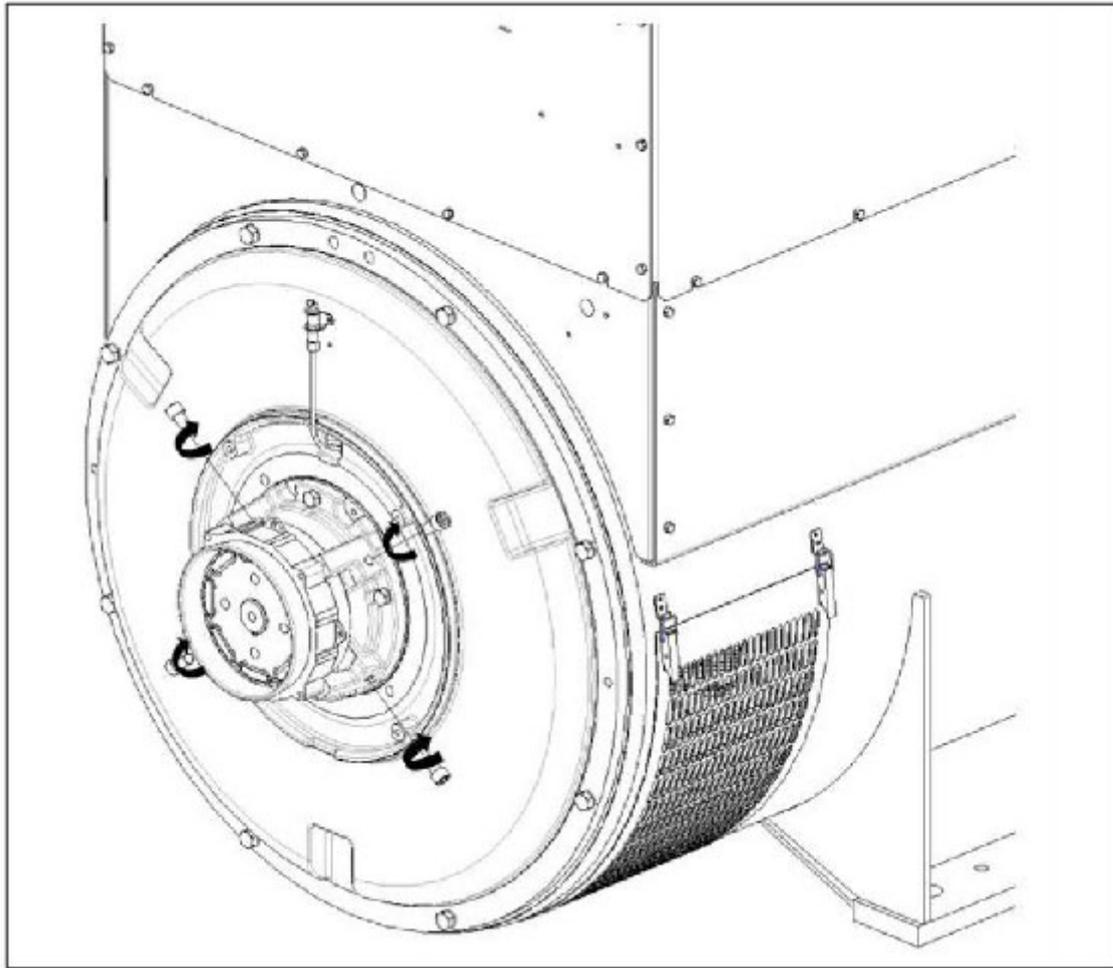

ABBILDUNG 19. ANWEISUNGEN ZUM ENTFERNEN UND ANBRINGEN DER TRANSPORTSICHERUNGSSCHRAUBEN DES ROTORS
4. Die Transportsicherungsschrauben durch die 4 mitgelieferten Blindschrauben ersetzen und mit 50 Nm festziehen. Siehe: Abbildung 19 auf Seite 35.
2. Die 4 Blindschrauben am Lagerdeckel auf der Nicht-Antriebsseite suchen und entfernen. Siehe: Abbildung 19 auf Seite 35.